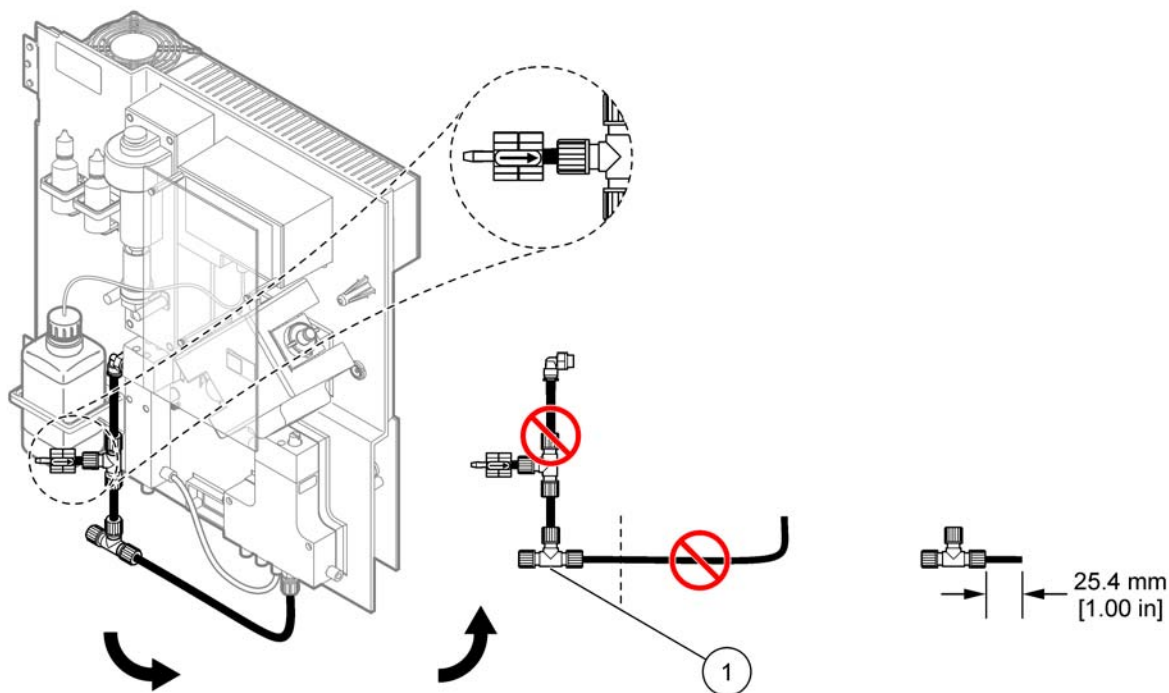

Рисунок 28 Удаление Т-образного фитинга
Т-образный фитинг используется для присоединения дренажной трубки. Чтобы снять Т-образный фитинг обратитесь к Рисунок 28 и следующей процедуре:
- e. Отрежьте отрезок размером 25 мм от дренажной трубки, которая была извлечена из анализатора 1. Присоедините 25-мм трубку к Т-образному фитингу на анализаторе 2. Присоедините другой конец трубки к Т-образному фитингу, который был извлечен из анализатора 1. Для извлечения Т-образного фитинга смотрите Рисунок 28 на стр. 89.